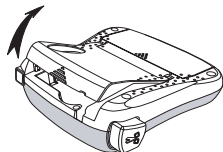

Рисунок 3
1. Поднимите крышку кассеты с лентой, чтобы получить доступ к отсеку ленты. См. рисунок 3.